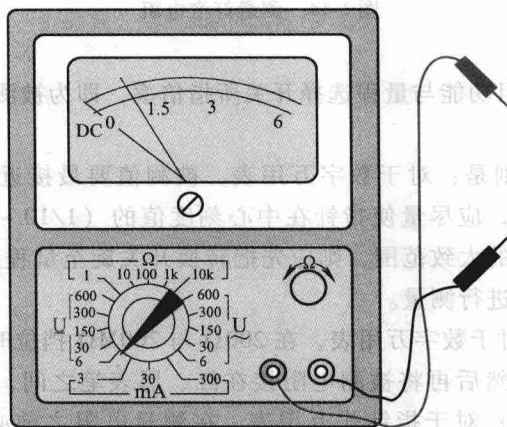

图 1-16 选择挡位与量程
2) 将功能与量程选择开关置于直流电压挡,并根据电压值选择合适量程,如图 1-16 所示。